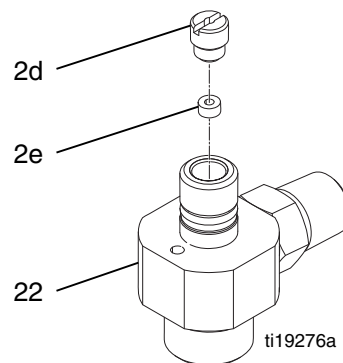

FIG. 11
1. Graissez légèrement les cavités intérieures du carter de fluide (22). Montez le petit joint (2e) avec les lèvres tournées vers la cavité du carter de fluide. Montez l'écrou clipsable (2d) et serrez-le au couple 3,4-4,5 N•m (30-40 in-lb). Consultez la FIG. 11.